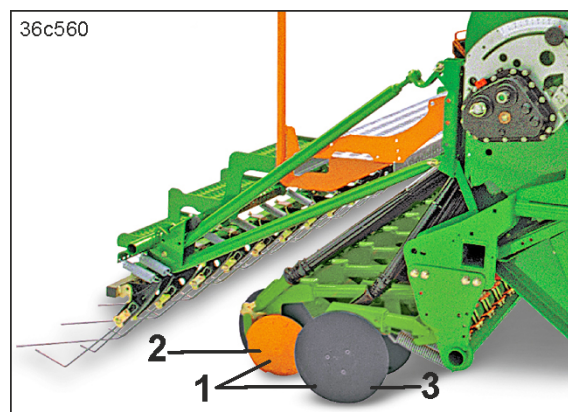

Fig. 75
Control-labben RoTeC (Fig. 75/1) brukes til legging av sågods på pløyd eller mulchet jord, også med store mengder halm og planterester.
På grunn av at labben støttes på dybdeførings-skiven / hjulet (Fig. 75/2) og det høye labbtrykket løper labben spesielt rolig og overholder frøleggedybden nøyaktig.
- for rengjøring av baksiden til stålskiven (Fig. 75/3)